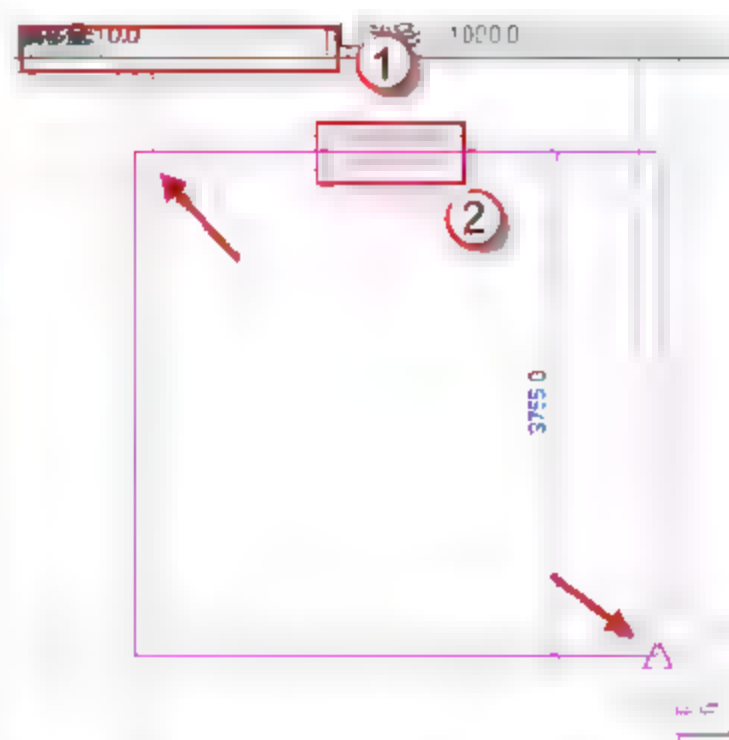

图 3.2.74 绘制 9 号板
(20) 绘制 9 号板, 单击“矩形”选项, 绘制 9 号板, 调整跨方向, 将偏移量设置为 0, 单击  按钮, 完成绘制, 如图 3.2.74 所示。